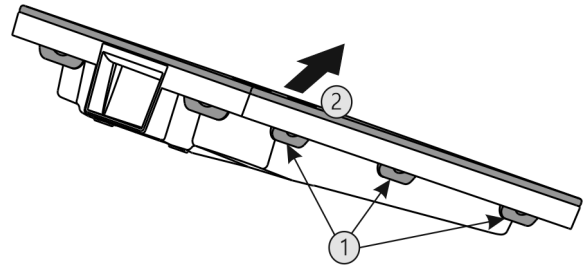

Fig. 53
- ▶ Presionar una tras otra todas las lengüetas Fig. 53 (1) y retirar la cubierta Fig. 53 (2).